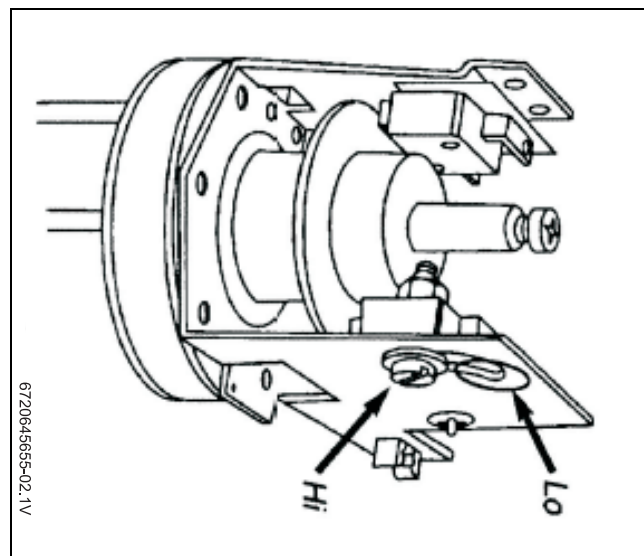

Fig. 5 Tornillo selector de alimentación
- Establezca el tornillo Selector de Alimentación (Fig. 5) en el ajuste que desee. Si se establece en LO, sólo un elemento de calentamiento se operará y la salida será la mitad de energía. Consulte la Table 4 en la página 7 para aumento de temperatura en el flujo de varios rangos. Si el elemento se encuentra en HI, los elementos de calentamiento funcionarán y la salida será del total de energía. Al establecer el Tornillo Selector de Poder, es importante que el tornillo se ajuste hasta el final de la ranura y que estén bien apretados.
El tornillo selector de potencia no lo ponga todo en "HI" (Alto).	Cambie el tornillo selector de energía a "HI", consulte la Fig. 5.